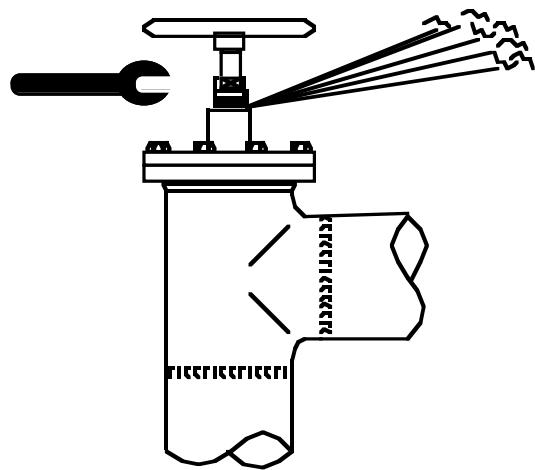

Fig. 6
2. Pressure equalizing (fig. 6): In some cases pressure forms behind the packing gland. Therefore fix a hand wheel or a big washer on top of the spindle while the pressure is equalized. The pressure is equalized by slowly unscrewing the packing gland.
2. Trykudligning (fig. 6): I visse tilfælde kan der danne sig tryk bag pakforskruning. Derfor skal der være fastspændt et håndhjul eller en stor spændeskive for enden af spindlen, mens trykket udlig-
2. Druckausgleich (Fig. 6): In gewissen Fällen kann sich ein Druck hinter der Dichtungsstopfbüchse bilden. Während des Druckausgleiches muss deshalb ein Handrad oder eine grosse Unterlegscheibe am Ende der Spindel festangesogen sein. Der Druck lässt sich durch langsames Herausschrauben der Dichtungsstopfbüchse ausgleichen.
2. Compensación de presión (fig. 6): En algunos casos se puede crear una presión detrás del racor de empaquetadura. Por eso, debe haber un volante o una gran arrandela montado en el extremo del vástago mientras se compensa la presión. La presión se compensa girando lentamente el racor hacia fuera.